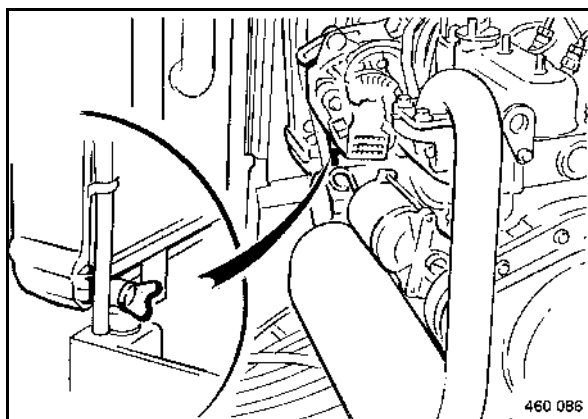

fig. 132
- Dévisser la vanne de vidange (fig. 132).